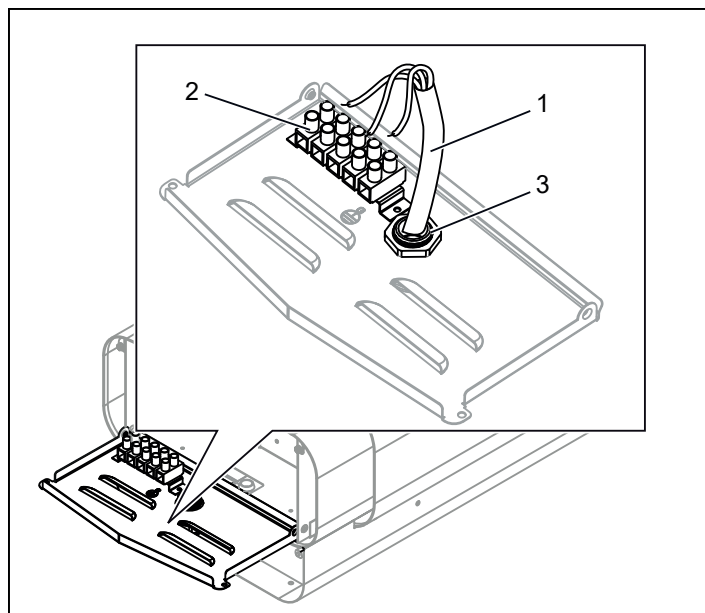

Рис. 6: Подключение
3. Подсоедините устройства для релаксации напряжения (3) и подключите электрический кабель (1) к клемме (2) (см. рис. 6) согласно схеме соединений (см. раздел «Подключение/Схема соединений», рис. 19).